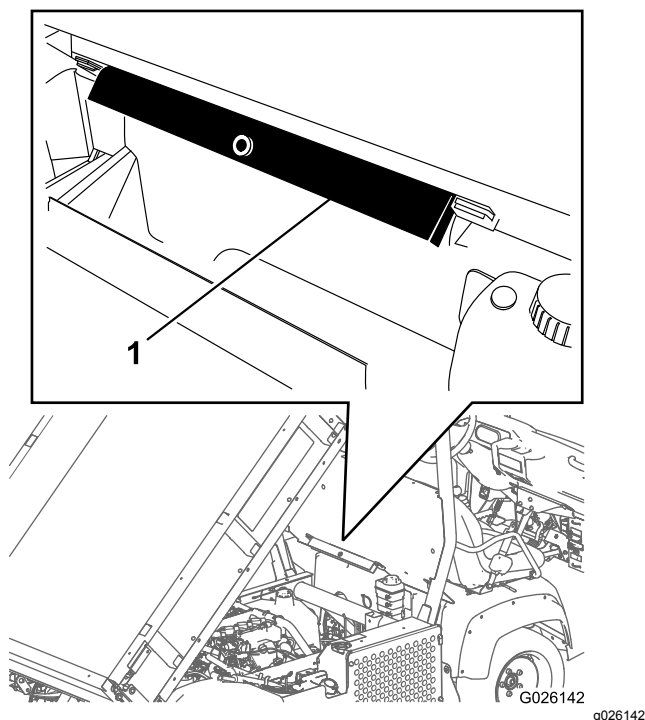

Figura 12
2. Retire el soporte de la plataforma de los soportes de almacenamiento situados en la parte trasera del panel del ROPS (Figura 12).